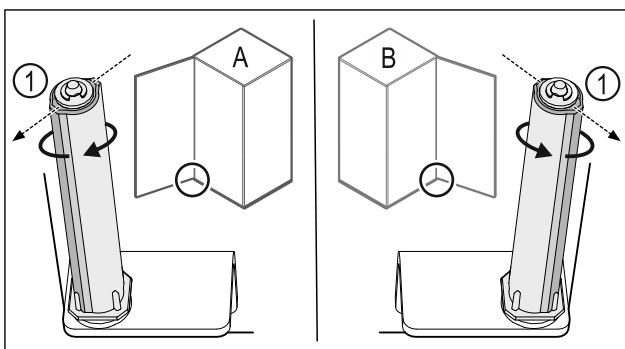

Fig. 31 Linksanschlag (A) / Rechtsanschlag (B)
- ▶ Schließsystem gegen den Widerstand drehen, bis der Steg des Schließsystems Fig. 31 (1) nach außen zeigt.